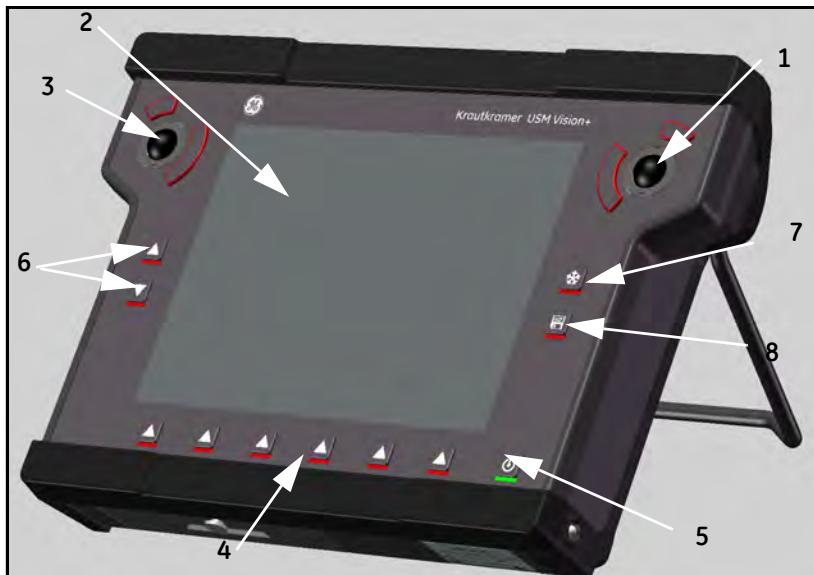
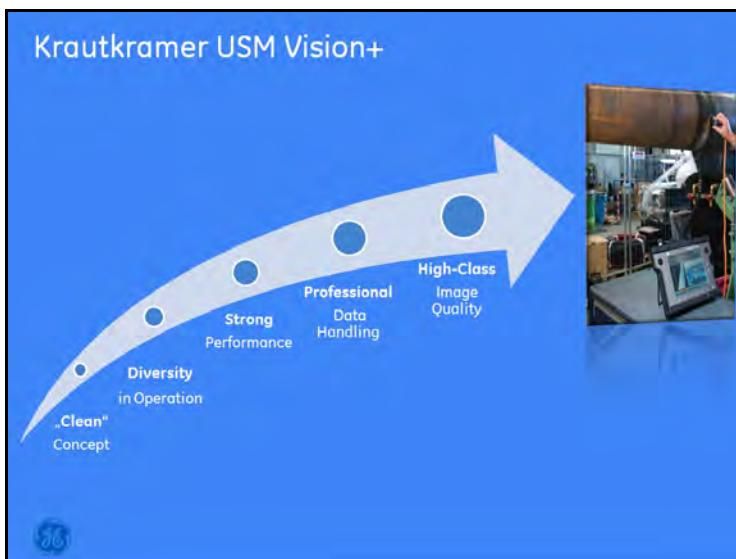

Рис. 2: Передняя панель USM Vision
Рис. 4: Экран инициализации USM Vision
*Рис. 2* приведенный ниже, обеспечивает описание средств управления, предусмотренных на передней панели управления USM Vision+.
Таблица 1: Указатель для передней панели USM Vision+ (см. Рис. 2 выше)
Для пуска USM Vision+ нажмите на кнопку "Питание" в нижнем правом углу передней панели (см. *Рисунок 2 на странице 3*). Прибор включится, и будет выполнена начальная загрузка программного обеспечения USM Vision+. Появится экран инициализации, аналогичный показанному *Рис. 4* ниже.